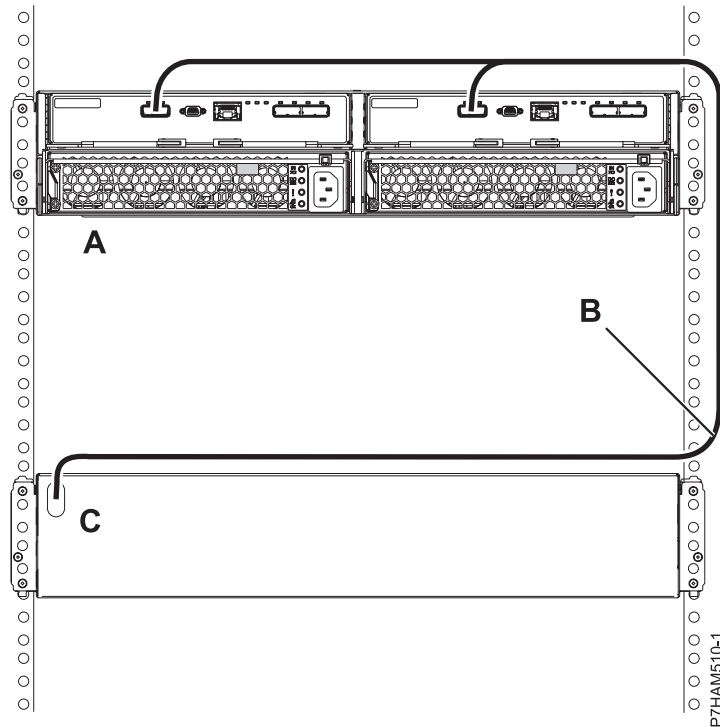

Figure 26. Mode 1 de connexion d'un boîtier d'unité de disque 58/87 via un câble YI à un système avec prise en charge pour un tiroir SAS unique
- g. Effectuez la connexion de mode 1 d'un boîtier d'unité de disque 58/87 **(A)** via un câble YI **(B)** vers un système prenant en charge un tiroir SAS unique **(C)**, comme illustré dans la figure 26, à la page 25.